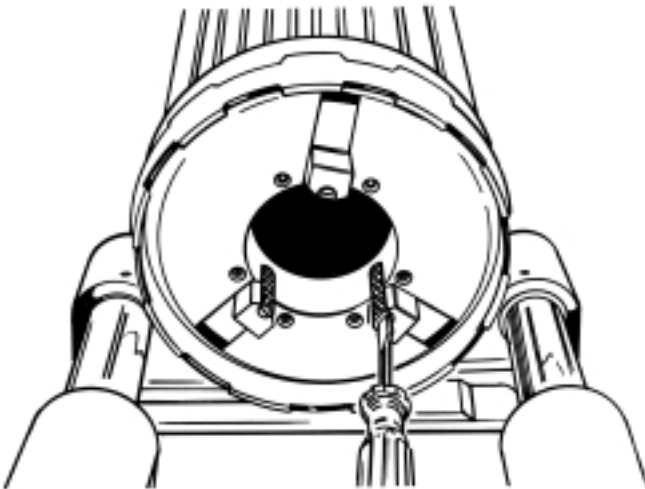

Figura 23 – Reemplazo de las piezas de inserción de la mordaza
1. **Para extraer las piezas de inserción** – Coloque el destornillador en la ranura de inserción y gírelo en 90 grados en cualquiera dirección. Extraiga las piezas de inserción. (Figura 23)